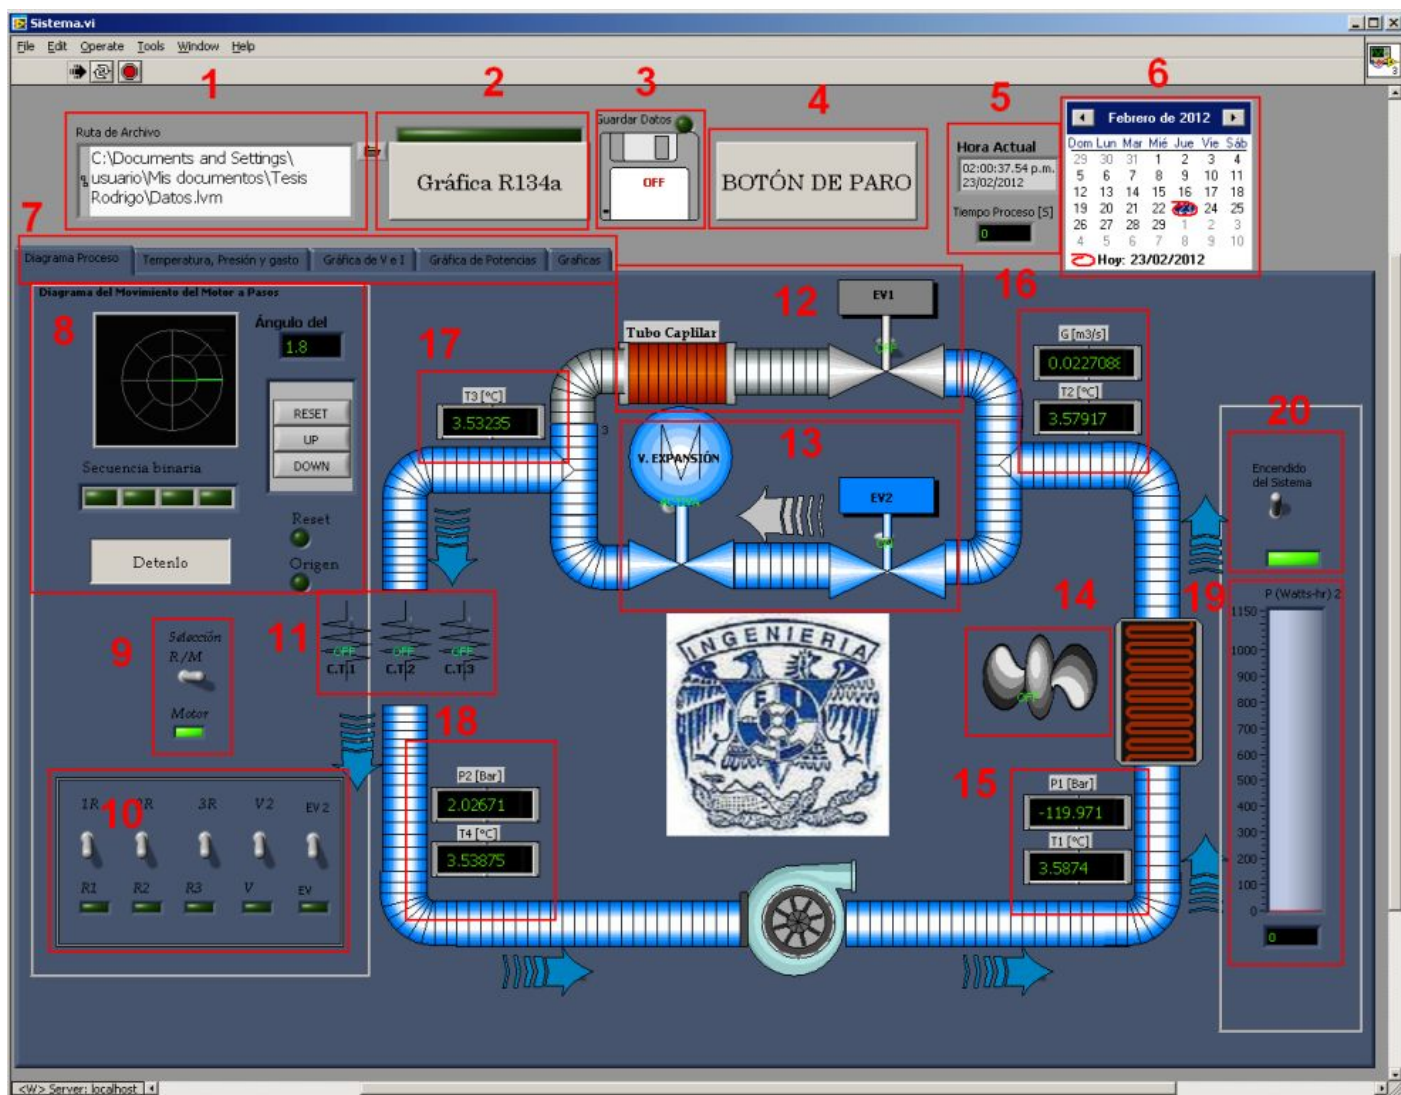

Figura 5. Pantalla principal (Diagrama de proceso)
Para mejor ubicación de los controles (1) al (7), ver figura 5 del apartado 7.
5.1 Controles Generales de (1) a (7)
Para mejor ubicación de los controles (8) al (20), ver figura 5 del apartado 7.
- (8) **Diagrama del movimiento del Motor a pasos (PAP):** En este diagrama se muestra una grafica polar del ángulo que gira el motor PAP, también se muestra el indicador del ángulo (magnitud), la secuencia binaria de las bobinas del motor PAP, los controles de RESET, UP, DOWN y Paro, con los cuales se controla el motor PAP para aumentar, disminuir y detener el ángulo de giro de la válvula. Además, contiene dos indicadores LED que muestran el RESET y Origen, el LED de Origen se enciende cuando la válvula de expansión está completamente en la posición de inicio.